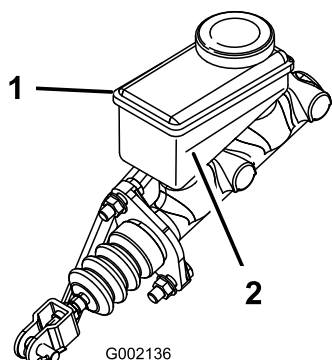

Figura 49
2. Mire el contorno del nivel de aceite en el lateral del depósito (Figura 49).
- B. Añada líquido de frenos DOT 3 al depósito hasta que el nivel esté por encima de la línea de mínimo (Figura 49).